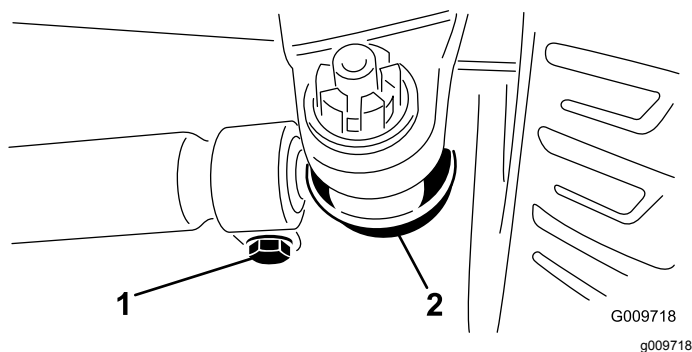

図 54
2. 調整は、両側のタイロッドのボールジョイントからコッターピンとナットを外して行う 図 54。
4. タイロッド両側のクランプをゆるめる図 54。